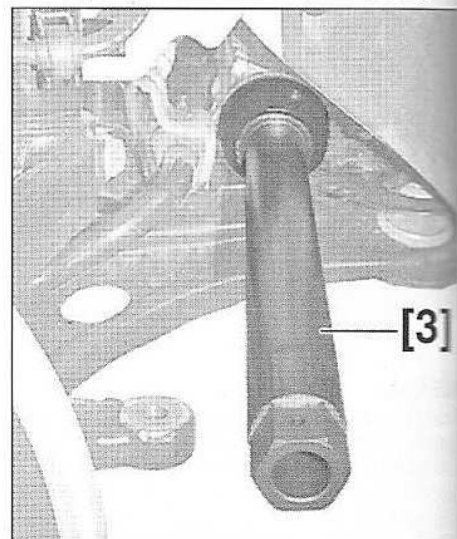

FIG.11
- Débloquer la biellette à l'aide de l'outil [3] (Fig.11).